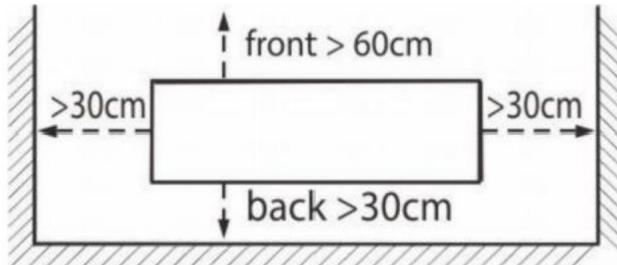

Fig.1
3. L'unité de refroidissement doit être installée dans un endroit bien ventilé. Gardez un espace libre d'au moins 30 cm pour l'arrière (entrée d'air) et les deux côtés et d'au moins 60 cm pour l'avant (entrée d'air) sortie). Voir la Fig.1. Un espace plus grand doit être prévu lorsque la machine fonctionne à haute puissance. Sinon, l'efficacité du refroidissement sera réduite ou même provoquera un dysfonctionnement.